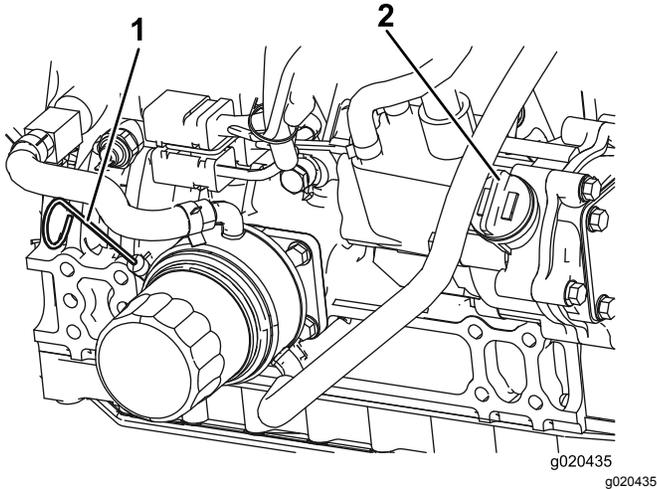

Figure 8
- Sortez la jauge, essuyez-la sur un chiffon propre, remplacez-la dans le goulot de remplissage, puis ressortez-la. Le niveau d'huile doit atteindre le repère MAXIMUM (Figure 8).
- Si le niveau d'huile est en dessous du repère MAXIMUM, enlevez le bouchon de remplissage (Figure 8) et faites l'appoint jusqu'à ce que le niveau MAXIMUM soit atteint. **Ne remplissez pas excessivement.**